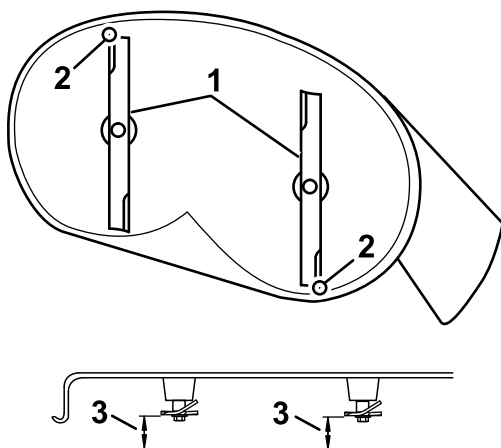

Figura 67
4. Rode cuidadosamente as lâminas para que estejam da frente para trás (Figura 67).
5. Meça da ponta da lâmina da frente até à superfície plana e da ponta da lâmina de trás até à superfície plana (Figura 67).